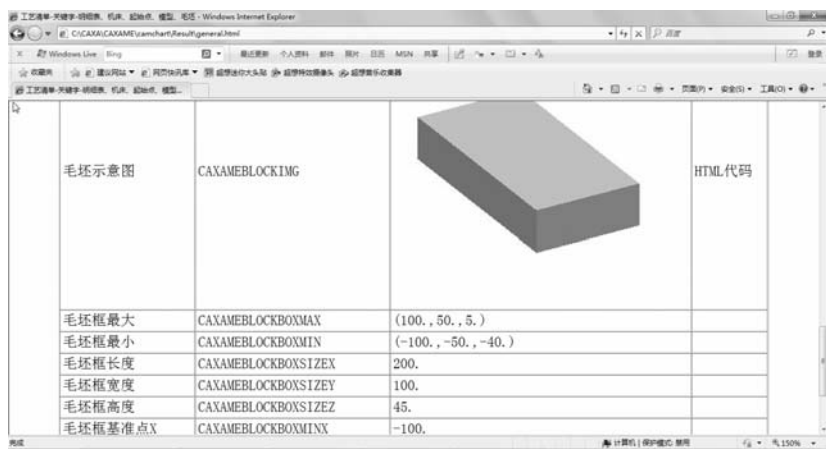

图 2-82 NC 数据检查表一功能参数文件
3) 工艺清单共有 general (NC 数据检查表)、function (功能参数)、tool (刀具)、path (刀具路径)、ncdata (NC 数据) 5 个 NC 数据检查表文件。NC 数据检查表一功能参数文件如图 2-82 所示。